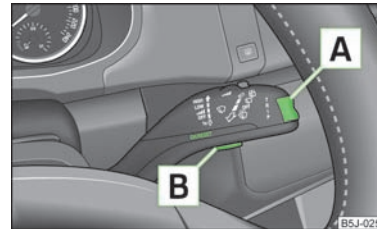

Abb. 6
Das Umschalten der Speicher erfolgt mit der Taste  » Abb. 6 am Scheibenwischerhebel.
Die Wipptaste  » Abb. 6 und die Taste  befinden sich am Scheibenwischerhebel.
› Die Taste  » Abb. 6 antippen.
› Kurz auf die Wipptaste  » Abb. 6 oben oder unten drücken. Dadurch werden die einzelnen Funktionen der Multifunktionsanzeige nacheinander geöffnet.
- › Die Taste  » Abb. 6 für länger als 1 Sekunde drücken.
Sinkt die Außentemperatur unter +4 °C, erscheint vor der Temperaturanzeige ein Schneeflockensymbol (Glatteiswarnung) und es ertönt ein Warnsignal. Nach dem Drücken der Wipptaste **A** » Abb. 6 wird die Funktion angezeigt, die zuletzt angezeigt wurde.
Im Display erscheint die Fahrzeit, die seit dem letzten Löschen des Speichers vergangen ist. Wenn man die Fahrzeit von einem bestimmten Zeitpunkt an messen möchte, dann muss zu diesem Zeitpunkt der Speicher durch Drücken der Taste **B** » Abb. 6 auf null gesetzt werden.
Wenn man den durchschnittlichen Kraftstoffverbrauch für einen bestimmten Zeitraum ermitteln möchte, dann muss der Speicher bei neuem Messbeginn mit der Taste **B** am Scheibenwischerhebel » Abb. 6 auf null gesetzt werden. Nach dem Löschen erscheinen im Display auf den ersten ca. 300 m Fahrstrecke nur Striche.
Im Display erscheint die zurückgelegte Fahrstrecke, die seit dem letzten Löschen des Speichers » Seite 15 vergangen ist. Wenn man die Fahrstrecke von einem bestimmten Zeitpunkt an messen möchte, dann muss zu diesem Zeitpunkt der Speicher durch Drücken der Taste **[B]** » Abb. 6 auf null gesetzt werden.
Im Display wird die Durchschnittsgeschwindigkeit in km/h seit dem letzten Löschen des Speichers angezeigt » Seite 15. Wenn man die Durchschnittsgeschwindigkeit für einen bestimmten Zeitraum messen möchte, dann muss zu Beginn der Messung der Speicher mit der Taste **[B]** am Scheibenwischerhebel » Abb. 6 auf null gesetzt werden.
- » Mit der Taste **[A]** » Abb. 6 den Menüpunkt **Warnung bei Geschwindigkeitsüberschreitung** wählen.
- › Mit der Taste **[A]** » Abb. 6 den Menüpunkt **Warnung bei Geschwindigkeitsüberschreitung** wählen.